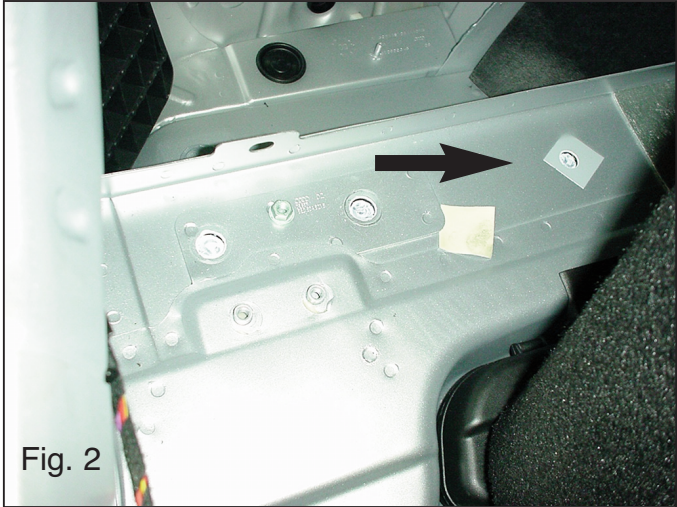

Fig. 2
1. Déposer le revêtement du plancher du fond. Enlever le panneau arrière en plastique et détacher partiellement le panneau latéral à gauche et à droite afin d'accéder aux points de fixation. Enlever les autocollants du fond du coffre à l'emplacement des points de fixation (voir fig. 2). Démontez le pare-chocs et détachez le bouclier thermique ainsi que la dernière attache de l'échappement. Scier la partie du pare-chocs indiquée avec le gabarit. (Placer le gabarit sur le côté extérieur du pare-chocs).
1. Avlägsna beklädnaden från golvplåten. Avlägsna bakpanelen av plast och lossa den högra och vänstra sidopanelen delvis, så att monteringspunkterna blir åtkomliga. Avlägsna klisterlapparna från monteringspunkterna i bagageutrymmets golv. (se fig. 2) Demontera stötfångaren och lossa värmeskölden och avgasrörets bakersta fäste. Såga ut den angivna delen ur stötfångaren med hjälp av schablonen. (placera schablonen mot stötfångarens utsida).
1. Fjern beklædningen i bunden. Fjern bagpanelet af kunststof og løsn det venstre og højre sidepanel, således at man kan komme til ved montagepunkterne. Fjern mærkaterne ved montagepunkterne (jævnfør fig. 2) i bunden af bagagerummet. Demontér kofangeren og løsn varmeskjoldet og det yderste udstødningsophæng. Sav den angivne del ud af kofangeren ved hjælp af skabelonen (skabelonen anbringes på ydersiden af kofangeren).
1. Retirar el revestimiento del suelo. Retirar el panel trasero sintético y desprender parcialmente el panel lateral izquierdo y derecho, de modo que quedan accesibles los puntos de sujeción. Retirar los adhesivos del maletero a la altura de los puntos de fijación. (Véase la fig. 2). Desmontar el parachoques y soltar el escudo térmico y la última suspensión del tubo de escape. Serrar la parte indicada del parachoques con ayuda de la plantilla. (instalar la plantilla en el lado exterior del parachoques).
1. Rimuovere il rivestimento dal fondo del bagagliaio. Rimuovere il pannello posteriore in plastica e staccare parzialmente i pannelli destro e sinistro, in modo da rendere accessibili i punti di fissaggio. Rimuovere gli adesivi dal fondo del bagagliaio a livello dei punti di fissaggio. (vedi fig. 2) Smontare il paraurti e staccare lo scudo termico e l'ammortizzatore più esterno del tubo di scarico. Con l'ausilio della sagoma, segare via dal paraurti la parte indicata. (posizionare la sagoma sul lato esterno del paraurti).
1. Z podłogi należy zdjąć wykładzinę. Usunąć tylny panel wykonany z tworzywa sztucznego i poluzować prawy i lewy panel, tak by punkty montażowe były dostępne. Usunąć nalepki z dna bagażnika w punktach mocujących. (patrz rys. 2). Zdemontować zderzak i zluźnić osłonę termiczną ostatniego tylnego wieszaka rury wylotowej. Wypitować wskazany odcinek zderzaka korzystając z szablonu. (szablon umieścić na zewnętrznej stronie zderzaka). (patrz rys. 3).